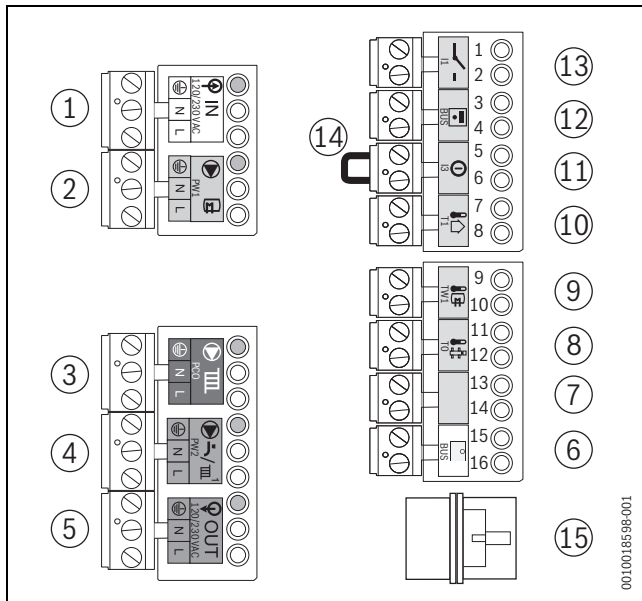

Bild 55 Klemmleiste
- ▶ Ein-/Aus-Raumtemperaturregler auf Anschlussklemme  $\text{I1}$  (→ Bild 55, [13]) anschließen (Zubehör).
- ▶ Regler auf Anschlussklemme  $\text{BUS}$  (→ Bild 55, [6]) anschließen. Hierzu ein 2-adriges Stromkabel von 0,4 bis 0,75 mm2 verwenden.
- ▶ Brücke (→ Bild 55, [14]) auf Anschlussklemme ① entfernen.
- ▶ Außentemperaturfühler auf Anschlussklemme T1 (→ Bild 55, [10]) anschließen.
- ▶ Speichertemperaturfühler auf Anschlussklemme TW1 (→ Bild 55, [9]) anschließen.
- ▶ Heizungspumpe an die grüne Anschlussklemme PCO (→ Bild 55, [3]) anschließen.
- ▶ Zirkulationspumpe an die lila Anschlussklemme PW2 (→ Bild 55, [4]) anschließen.
- ▶ Speicherladepumpe an die graue Anschlussklemme PW1 (→ Bild 55, [2]) anschließen.
- ▶ Externes 3-Wege-Ventil an die graue Anschlussklemme **PW1** (→ Bild 55, [2]) anschließen.